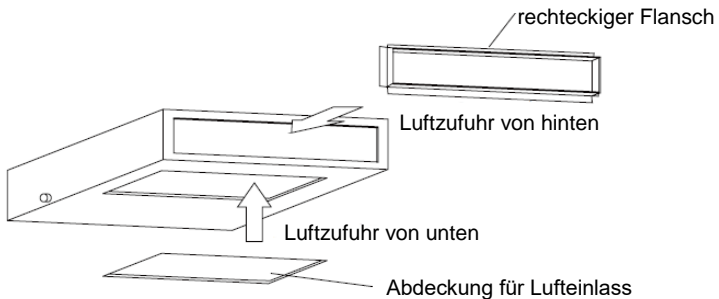

Abb. 11
- a. Der rechteckige Flansch am Lufteinlass wird standardmäßig an der Rückseite des Geräts installiert, der untere Lufteinlass ist abgedeckt (siehe Abb. 11).